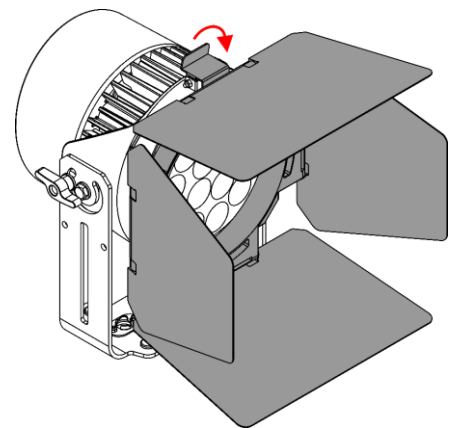

Fig. 11
- 04) Tire del clip de retención con resorte del soporte de accesorios hacia abajo (Fig. 11). El Barndoor quedará sujeto en su lugar.